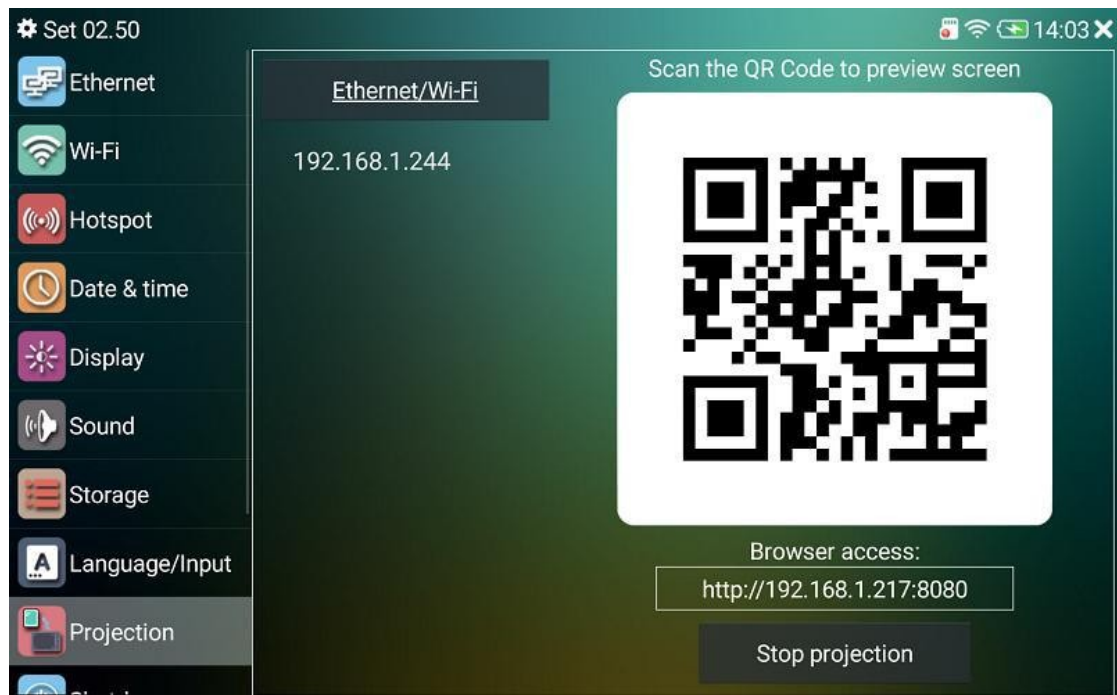

Рисунок 47
5) Проецирование экрана, прибор может использовать Ethernet, WLAN или точку доступа WLAN для выполнения проецирования (сначала включите точку доступа WLAN), проецирование экрана поддерживает устройства, включая Android, Apple, WP, Black berry, компьютер и т. д., загружать не нужно, свободный поток , отсканируйте QR-код для прямого проецирования или ввода вручную, как показано на рис. 47.